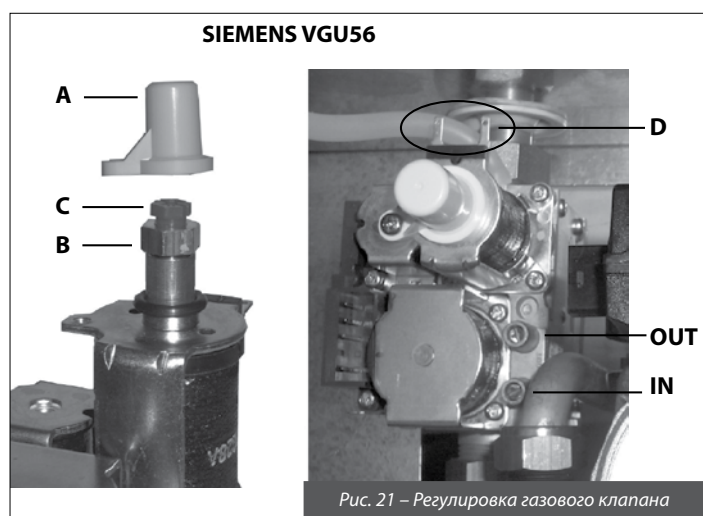
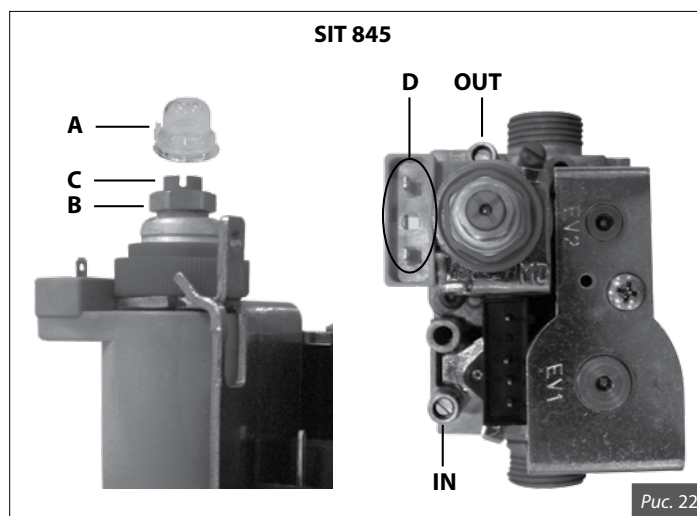
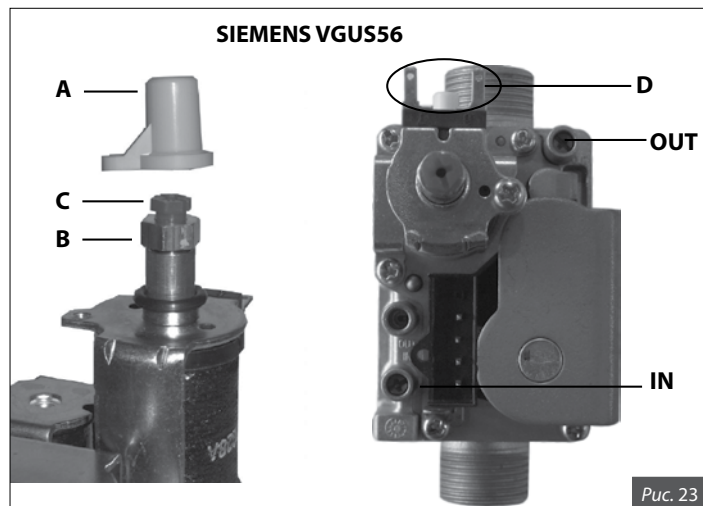

Рис. 21 – Регулировка газового клапана
Рис. 22
Рис. 23
- снять пластмассовый колпачок А (Рис. 21, Рис. 22 или Рис. 23), расположенный на бобине модулятора, который защищает регулировочные винты регулятора давления;
- подсоединить микроманометр к штуцеру IN (Рис. 21, Рис. 22 или Рис. 23) для проверки давления на входе газового клапана или к штуцеру OUT (Рис. 21, Рис. 22 или Рис. 23) для проверки давления на горелке;
- для **УВЕЛИЧЕНИЯ** давления на горелке вращать латунную гайку В (Рис. 21, Рис. 22 или Рис. 23) **ПО ЧАСОВОЙ СТРЕЛКЕ** и для **УМЕНЬШЕНИЯ** давления вращать ее **ПРОТИВ ЧАСОВОЙ СТРЕЛКИ**;
- снять разъем с обмотки регулятора D (Рис. 21, Рис. 22 или Рис. 23);